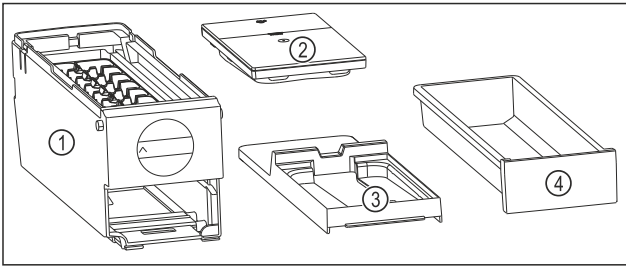

Fig. 147 Bestandteile des EasyTwist-Ice
- ▷ EasyTwist-Ice ist in vier Teile zerlegt. (siehe Fig. 147)
- ▶ EasyTwist-Ice nur in abgebildete Bestandteile zerlegen. (siehe Fig. 147)
- ▶ EasyTwist-Ice-Korpus Fig. 147 (1) als Ganzes reinigen.